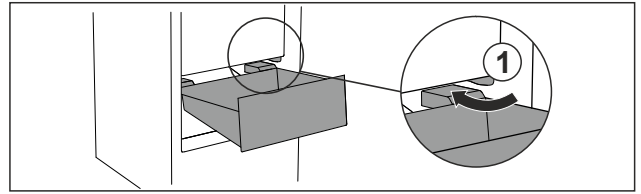

Fig. 69
- ▶ Lade schuin rond de stoppers Fig. 69 (1) leiden.